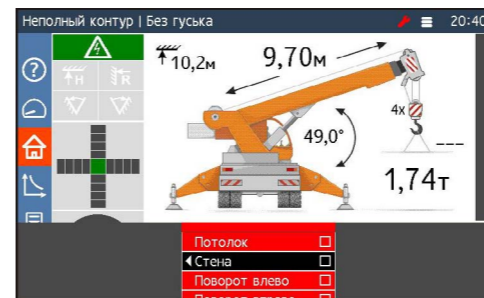

Рисунок 11. Меню «Координатная защита»
- используя кнопки навигации по меню перейти в раздел меню «Коорд. защита» (рисунок 11);